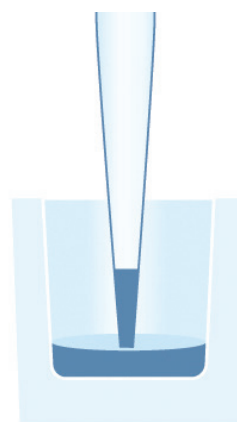

Figura B3.
1. Mettere il puntale nel liquido (Figura B3).